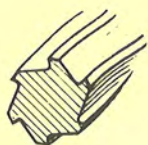

Fig. 1
- a) con denti elicoidali (fig. 1);